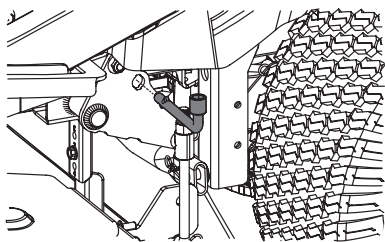

Figure 48
5. La pédale de relevage et le bouton de réglage doivent être utilisés pour placer le plateau à la position la plus basse. L'outil multifonction est utilisé pour verrouiller le système de relevage. Il y a deux trous près de la roue arrière gauche de la tondeuse (un sur le châssis et l'autre sur le bras de relevage du plateau). Voir Figure 48. L'outil doit être bien inséré pour que le bras de relevage soit bien fixé au châssis.